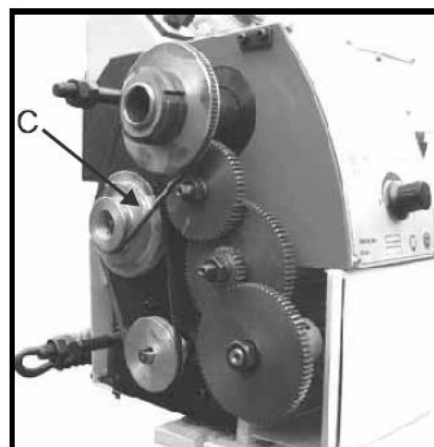

Рис. 16
2. Отрегулируйте соответствующее положение клиновидного ремня (С, Рис. 16).